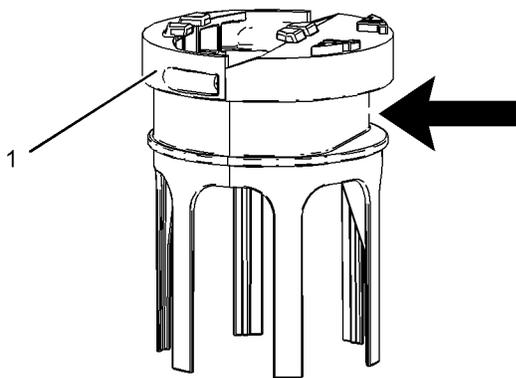

図 73
6. 図73のように、バンドクランプがフィルタベースの平らな部分と揃っていることを確認します。バンドクランプを $4.5 \pm 0.7 \text{ N}\cdot\text{m}$ ($40 \pm 6 \text{ lb in}$)のトルクで締め付けます(1)。また、締め付け時にフィルタがよれてコブができないよう注意します。